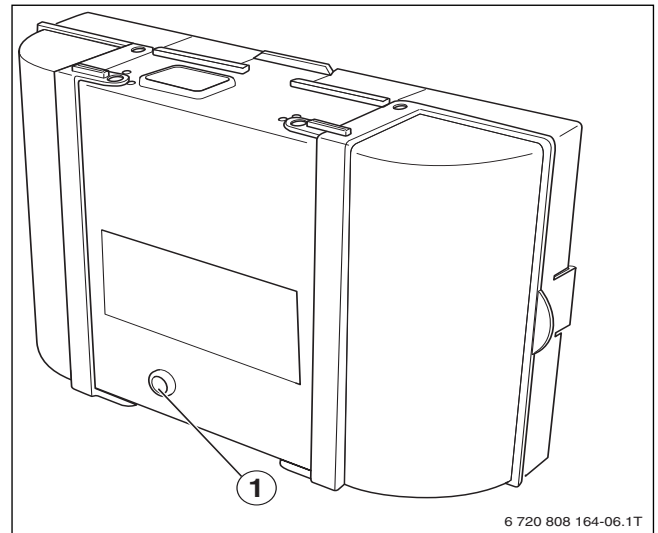

Fig. 39 Remise à zéro des défauts sur le coffret de contrôle de combustion
- Appuyer sur la touche de réarmement sur l'appareil de contrôle du brûleur (→ fig. 39).